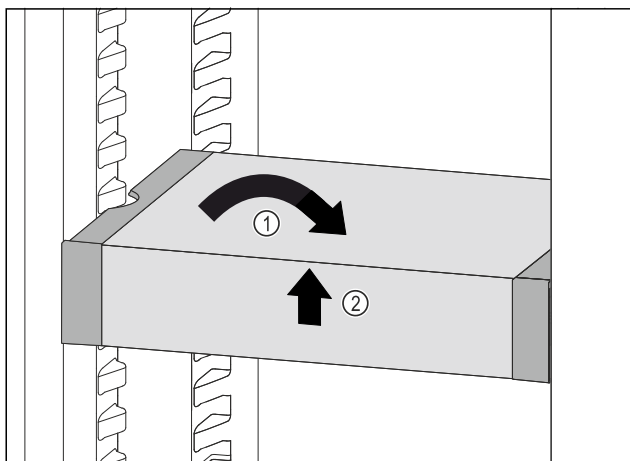

Fig. 46
- ▶ VarioSafe postavte rovně. Fig. 46 (1)
- ▶ VarioSafe vpředu zvedněte. Fig. 46 (2)